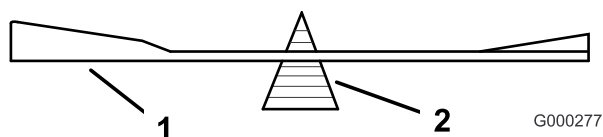

Figura 79
2. Verifique el equilibrio de la cuchilla colocándola sobre un equilibrador de cuchillas (Figura 79). Si la cuchilla se mantiene horizontal, está equilibrada y puede utilizarse. Si la cuchilla no está equilibrada, rebaje algo el metal en la parte de la vela solamente (Figura 77). Repita este procedimiento hasta que la cuchilla esté equilibrada.